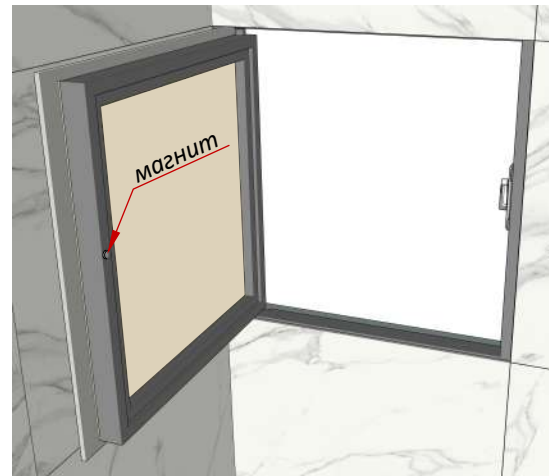

Рис. 13
8) Закрепите неодимовый магнит на створку люка (Рис.13) и настройте их взаимодействие с замком (Рис.14). Теперь, можно открыть люк нажатием на плитку со стороны петель или со стороны замка. Стопорные уголки можно снять, они больше не понадобятся.